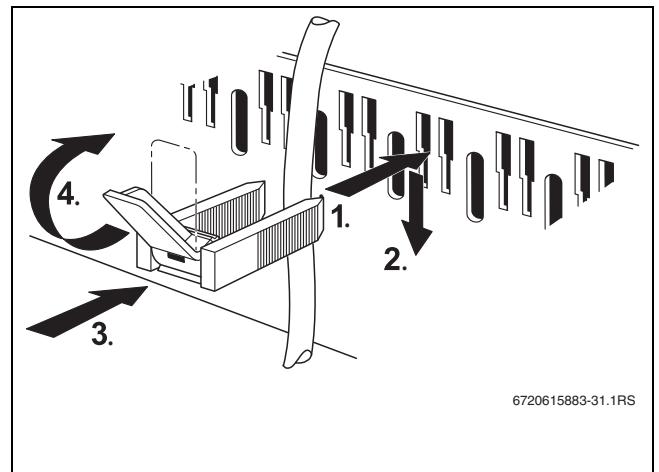

Рис. 27 Крепление провода хомутом
- Вставьте хомут с проводом сверху в прорезь рамки (→ рис. 27, стр. 29).